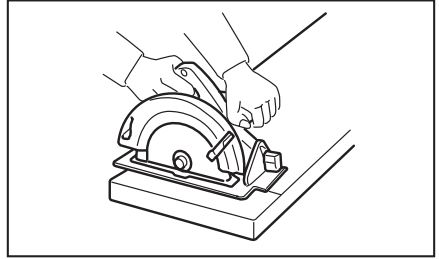
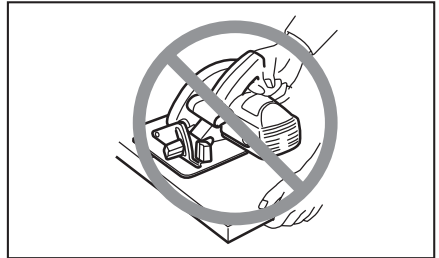

Fig. 5
Fig. 6
16. **Placez la partie la plus large de la base de la scie sur la partie de la pièce qui est fermement soutenue, non sur celle qui tombera une fois la coupe effectuée.** À titre d'exemples, la Fig. 5 illustre la **BONNE** façon de couper l'extrémité d'une planche, et la Fig. 6 la **MAUVAISE** façon. Si la pièce à travailler est courte ou petite, immobilisez-la avec un serre-joint. **N'ESSAYEZ PAS DE TENIR LES COURTES PIÈCES AVEC LA MAIN!**